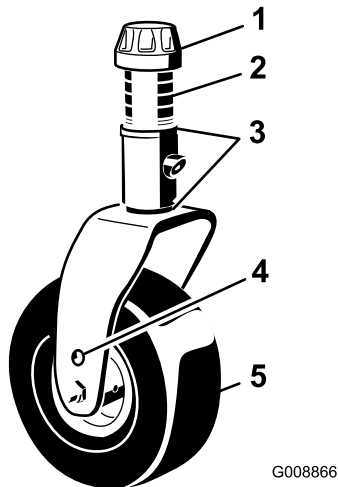

Figura 135
1. Retire el casquillo tensor del eje de la rueda giratoria y deslice el eje fuera del brazo de la rueda giratoria (Figura 135).
Retire el casquillo tensor y la horquilla (Figura 135).